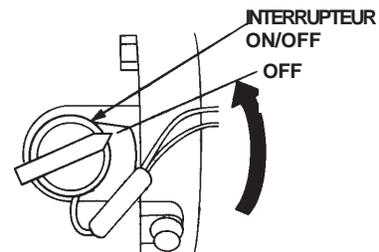

Figure 17. Interrupteur ON/OFF du moteur (position OFF)
- Une fois que le moteur a **refroidi**, basculer l'interrupteur ON/OFF à la position **OFF** (figure 17).